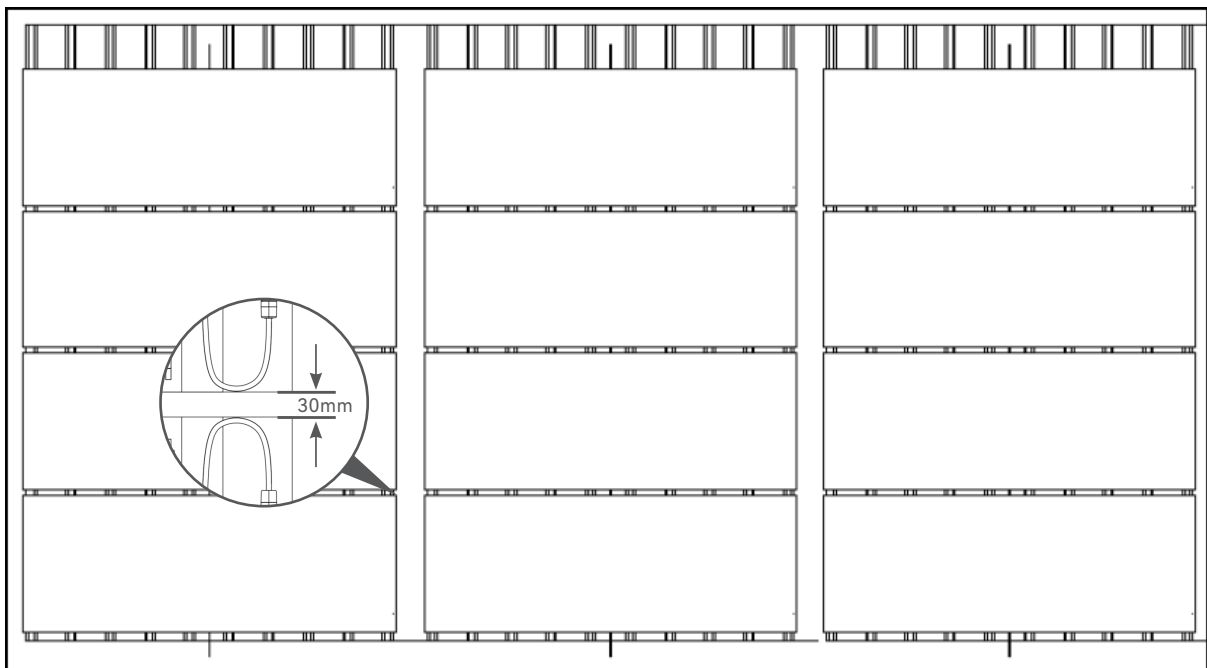

FIGURE 6
- ⑤ Une distance de 30 mm (± 5 mm) doit être laissée entre deux produits adjacents et un chemin d'accès pour l'entretien d'une largeur suffisante doit être prévu entre deux rangées de produits. (comme indiqué dans la figure 6).